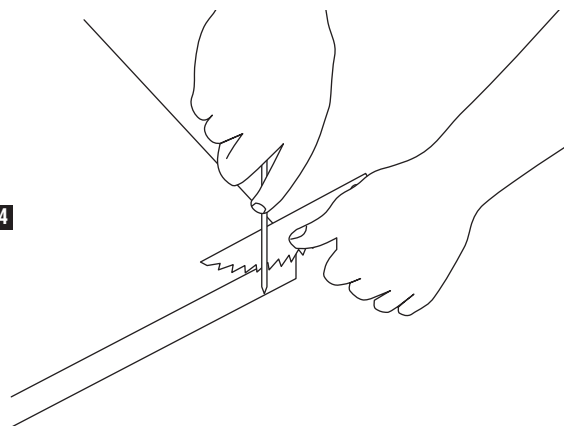

FIG. 54
3. Hold spreader with left hand and place pawl over corner of workbench (Fig. 54).
3. Tenez le séparateur de la main gauche et placez le taquet contre un coin de l'établi (fig. 54).
3. Sujete el separador con la mano izquierda y coloque el trinquete sobre la esquina del banco de trabajo (Fig. 54).